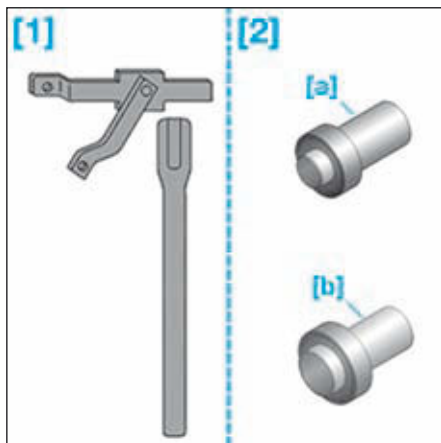

FIG.1
**OUTILLAGE SPÉCIFIQUE (FIG.1)**